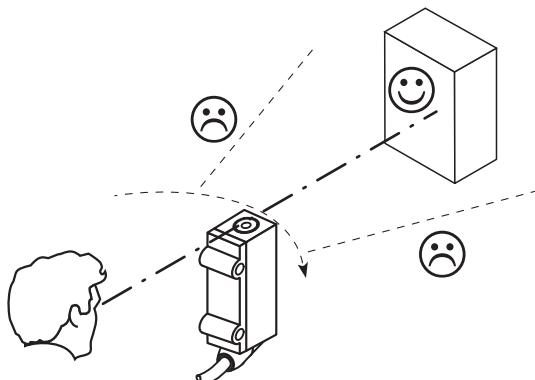

Figura 30: Orientazione del sensore
① Distanza di lavoro su bianco, 90% di coefficiente di riflessione
② Oggetto con il 6 % ... 90% di remissione (riferito al bianco standard DIN 5033)
3. Scegliere la posizione in modo tale che la luce infrarossa (non visibile) colpisca il centro dell'oggetto. L'orientazione corretta può essere rilevata solo tramite l'indicatore LED (oggetto riconosciuto, l'indicatore LED giallo si illumina) o con l'aiuto di una carta del convertitore a infrarossi (vedi il programma accessori di SICK). v. figura 30, pagina 90